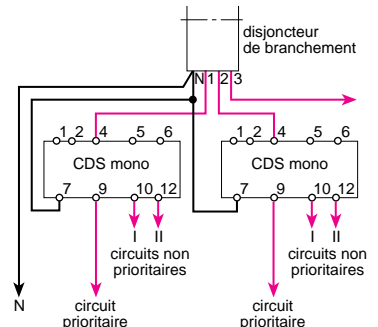

Fig. 8. Utilisation du CDS mono, pour circuit triphasé.
- CDS mono pour circuit triphasé (fig. 8) : en cas de problème de surcharge, sur une ou deux phases. L'installation du CDS mono sur chacune de ces phases, permet de réaliser du délestage et relestage phase par phase.